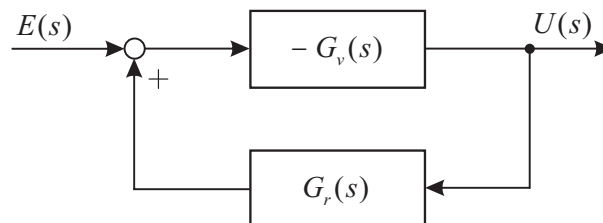

Abbildung 1: Signalflussbild des rückgekoppelten Verstärkers
Das dem Versuch zugrunde liegende System kann durch folgendes Signalflussbild (Abb. 1) und die dazugehörige Übertragungsfunktion charakterisiert werden:
- Stellen Sie die Übertragungsfunktion $G_R(s) = \frac{U(s)}{E(s)}$ entsprechend dem Signalflussbild nach Abb. 1 auf!